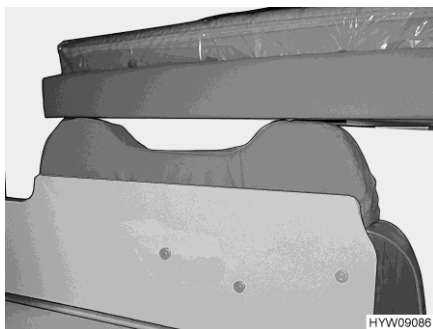

Fig. 66 Poggiatesta (sedili, parte posteriore) (esempio)
- ▷ A seconda del modello, il letto basculante potrebbe urtare i poggiatesta dei sedili (Fig. 66) quando viene abbassato.